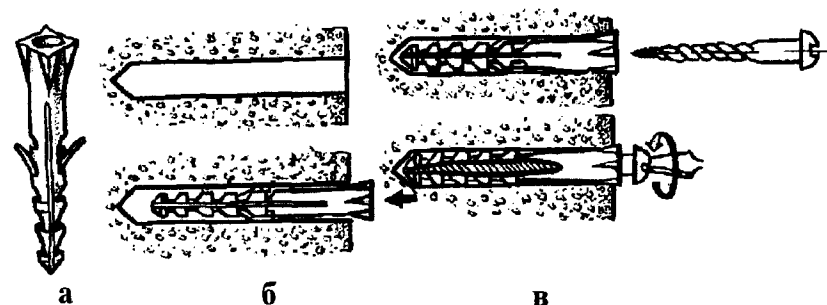

Рис. 78. Внешний вид пластмассовой пробки (а), ее установка в отверстие (б) и завинчивание крепежного шурупа (в)
Применяют также пластмассовые пробки с отверстием, которые имеют продольные разрезы и ребристую поверхность, препятствующую выпадению их из отверстия в стене (рис. 78). В пробку ввертывают подходящий по длине и диаметру шуруп. Он должен выступать из стены на 2...3 мм.
2. Выполните работу, руководствуясь рис. 78.